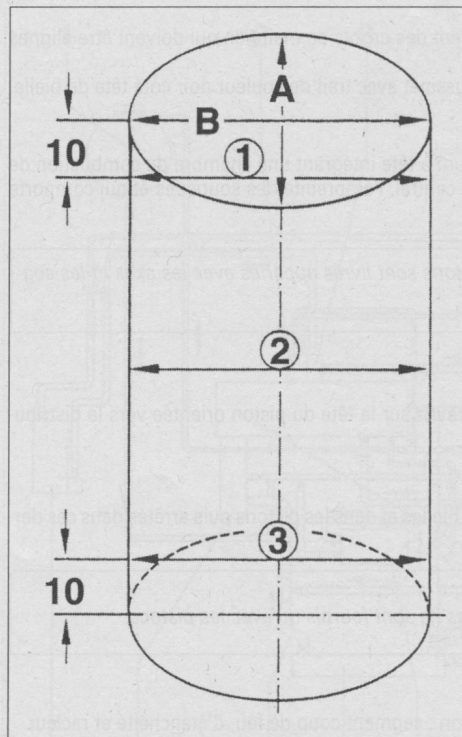

Fig. 4
L'alésage des cylindres se mesure en 3 points (1), (2) et (3) et suivant 2 plans (A) et (B) perpendiculaires à 10 mm du haut et du bas puis au milieu (Fig.4).